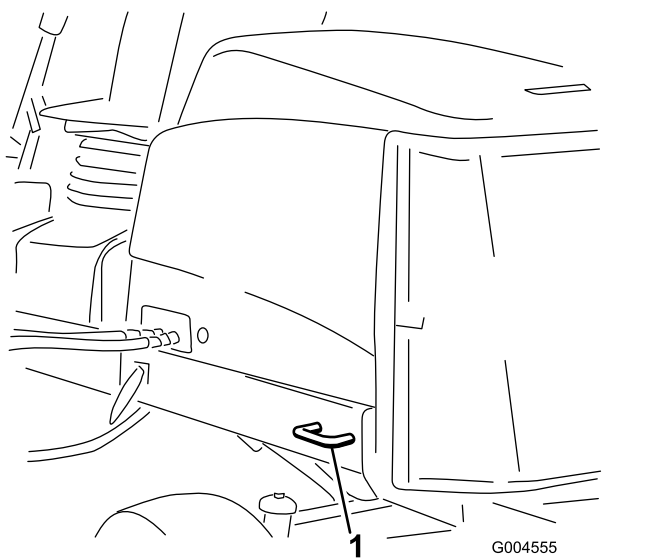

Figure 61
- **Arrière de la machine** – de chaque côté de la machine sur le cadre arrière (Figure 61)